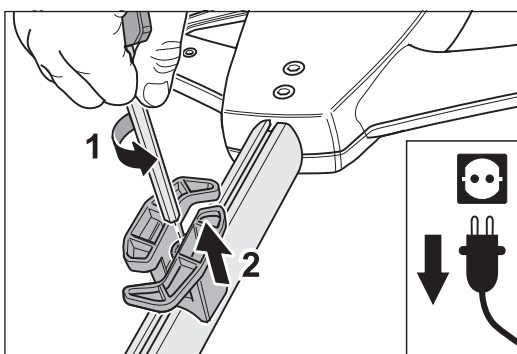

Fig. 21 Aflojamiento del tornillo. NO extraer éste del todo; extracción del portacables CON el taco de corredera.
- 1 Para retirar o sustituir un portacables, afloje el tornillo en el centro del portacables. ¡No extraiga el tornillo del taco de corredera por completo! Ahora puede retirar el portacables con el taco de corredera (fig. 21).